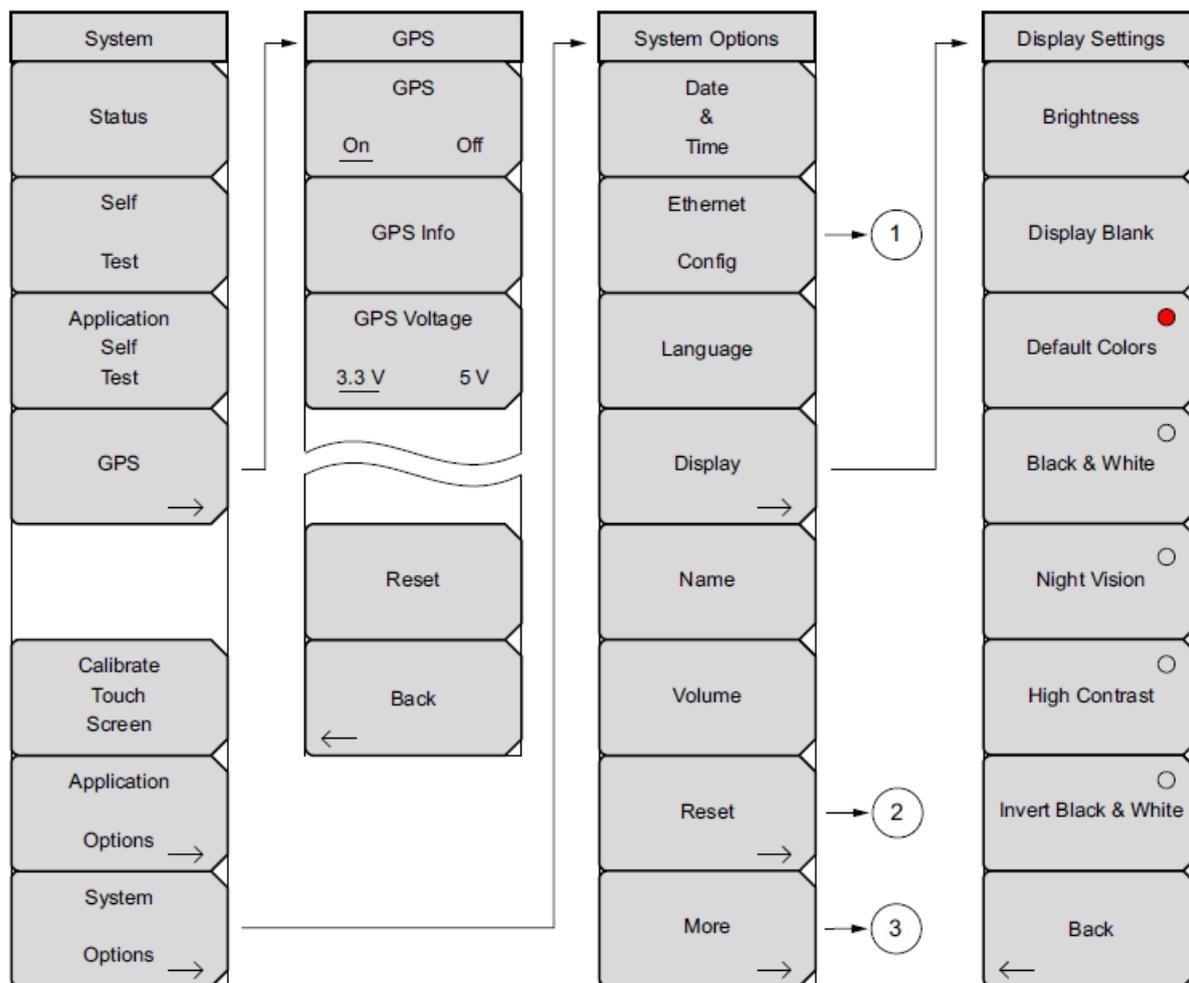

Рисунок 5-1. Меню System – часть 1
Для доступа к меню System (система) нажмите клавишу **Shift**, затем клавишу **System (8)**. На рис. 5-1 и 5-2 показана группа меню, которая доступна из меню System. Карты меню, как правило, отображают все возможные клавиши подменю, несмотря на то, что некоторые клавиши присутствуют на экране прибора только при определенных обстоятельствах (см. описание меню на следующих страницах).